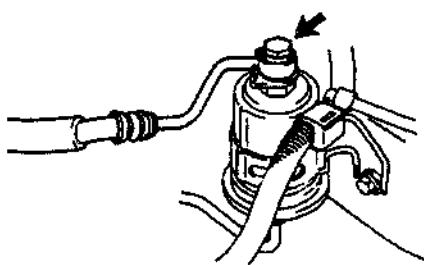

图 2.22 连管螺栓
- ① 检查蓄电池的电压是否在 12V 以上。
- ② 从蓄电池上拆下负极搭铁线。
- ③ 从燃油滤清器上拆下连管螺栓和两个密封垫圈，如图 2.22 所示，并从燃油滤清器出口上拆下进油软管。